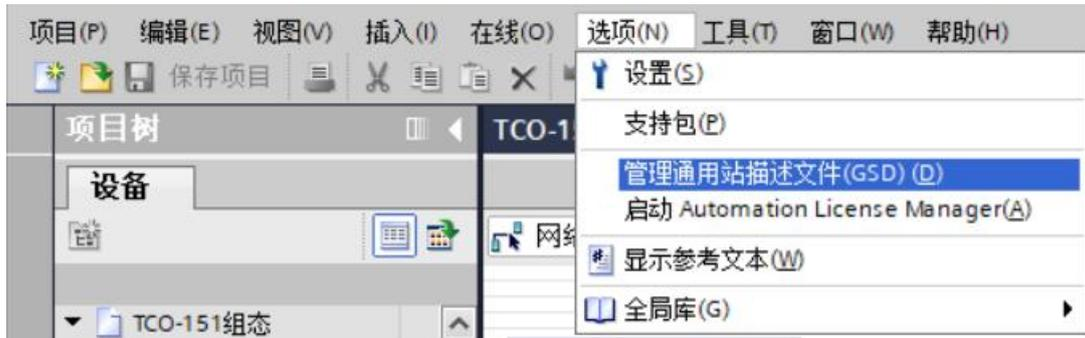

图 5 导入 DSG 文件选项
5. 点击选项>管理通用站文件 (GSD)，如图 5 所示：